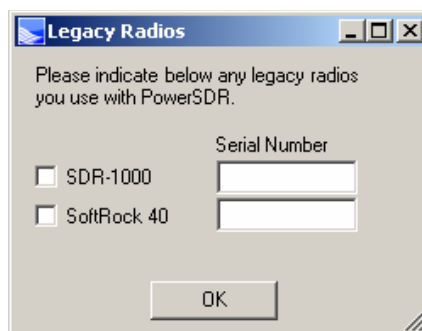

Abbildung 23: Eingabe weiterer SDR-Komponenten
- F Sofern anschliessend das Fenster Legacy Radios aufgeblendet wird, können Sie noch ältere SDR-Komponenten anmelden, sofern vorhanden (Abbildung 23). Tragen Sie die entsprechend ein.